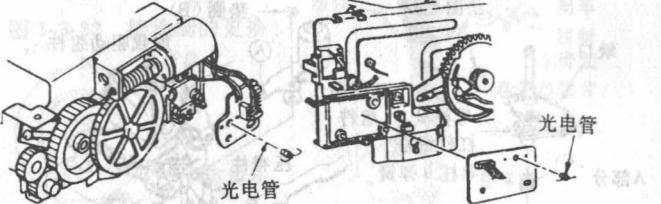

图 1-3-9 带盒仓右板上光电管的更换
- ① 从主机座上拆下带盒仓组件。
- ② 打开在右导板上的钩爪，取下右边的带盒仓印制电路板，见图 1-3-9 及 1-3-10。